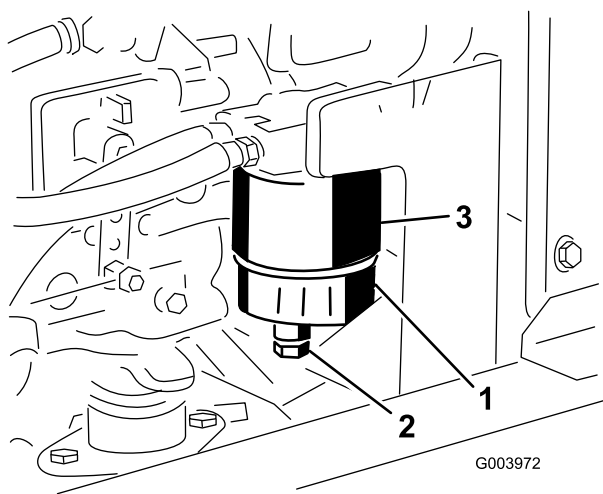

図 63
水セパレータ (図 63) からの水抜きは毎日おこなって異物を除去してください。
2. フィルタ容器 (図 63) 下部のドレン・プラグをゆるめて水や異物を流し出す。
400運転時間ごとにフィルタのキャニスタ (図 63) を交換してください。
1. フィルタ容器 (図 63) の周辺をウェスできれいにぬぐう。